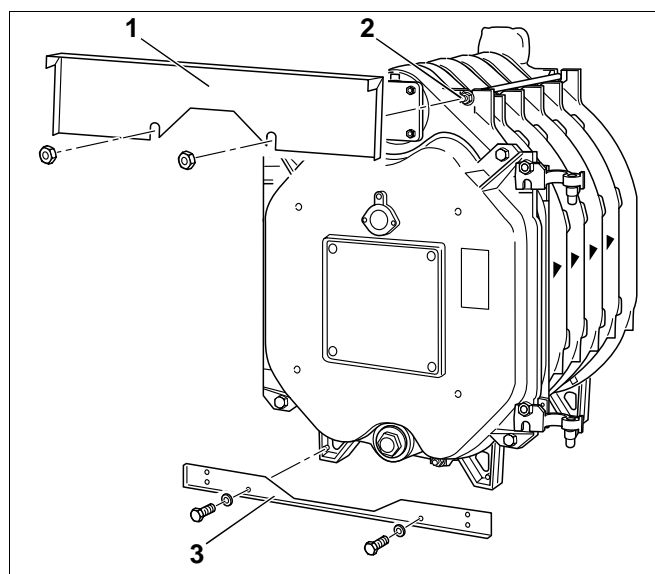

Fig. 30 Montering af de forreste traverser
- På kedlens forside skal der skrues en ekstra møtrik på de to øverste stagbolte (Fig. 30, **pos. 2**).
- Sæt den forreste tværtravers foroven (Fig. 30, **pos. 1**) ind mellem den første og den anden møtrik på stagboltene, og fastgør den på beslagene.
- Skru den forreste tværtravers forneden (Fig. 30, **pos. 3**) fast på forelementets fødder.